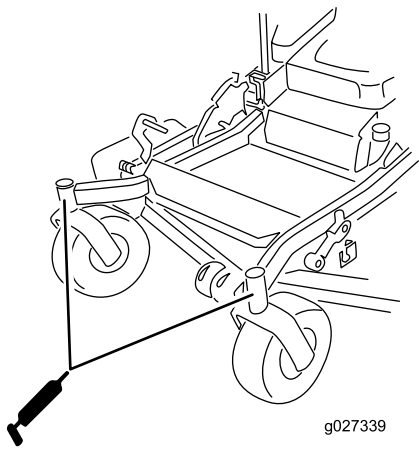

Figura 54
11. Montate il tappo esagonale e lo scodellino antipolvere (Figura 54).
12. Ingrassate i cuscinetti delle ruote orientabili (Figura 54).